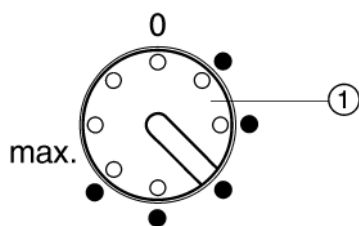

Fig. 2
- Поворачивайте регулятор температуры *Fig. 2 (1)* вправо с помощью монеты.